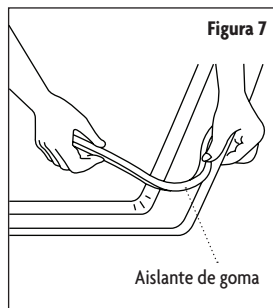

Figura 7
4. Voltee la placa de cocina al revés y coloque el aislante / burlete especial de goma alrededor del borde inferior de la placa de cocina. Es importante que el aislante sea fijado sin ningún espacio o solapamiento, esto es para prevenir que se filtre líquido por debajo de la placa de cocina. (Consulte la Figura 7).